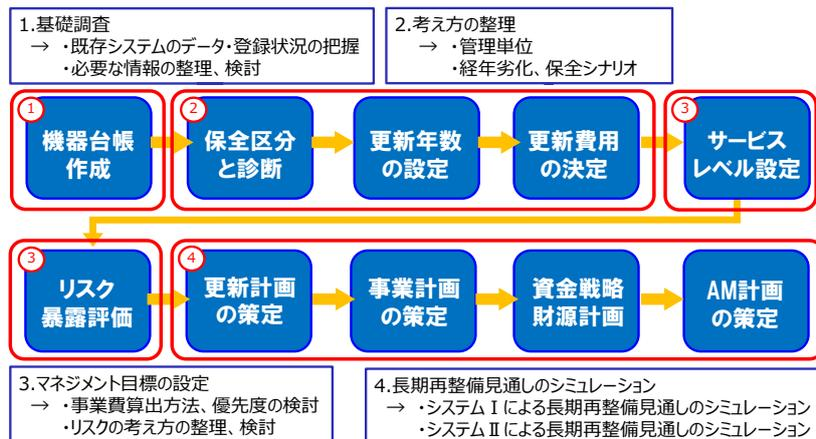

図 2 USEPA の AM 基本プロセスを考慮した考え方の整理
- ① 維持管理業務の管理単位と、施設データの管理単位の整合性を確保する必要がある
- ② 経年劣化、リスク、シナリオの考え方について、市内部で統一する必要がある
- ③ 使いやすい情報システム（人が変わっても使える情報システム）を構築する必要がある
- ④ 長期再整備見通しのシミュレーション結果に対し、事業の実現性可否を検証する必要がある
(1) ワーキンググループの設置と、アセットマネジメント手法を考慮した考え方の整理
上記課題①②を検討・周知するために、対象施設に関わる職員で構成された部署を横断したワーキンググループを設置し、「見通しシステム」における考え方の検討・周知を行った。また、その際に、USEPA の AM 基本プロセス⁵⁾ (図 2) に基づいて、考え方の整理・検討を行った。